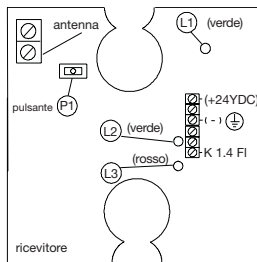

Fig. 16
- pulsante P1 (fig. 16) deve essere premuto per ca. 2 sec. fino a che il LED verde è acceso